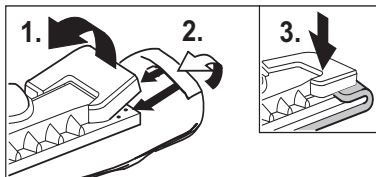

Fig. 11: Sette på gulvkluten
- Fest gulvkluten (H3) på gulvdysen (H1). Fold gulvkluten sammen på langs, og plasser gulvdysen på den. Trekk endene av gulvkluten inn under festeklemmene (H2) (se fig. 11).